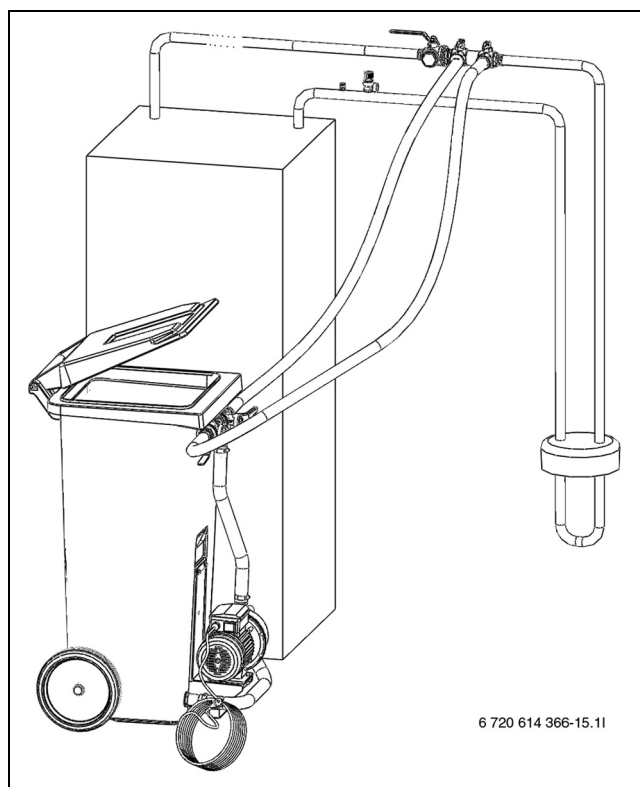

Bild 22 Fyllning med påfyllnadsstation
- ▶ Anslut två slangar från påfyllnadsstationen till påfyllnadsatsen (→ Bild 22).